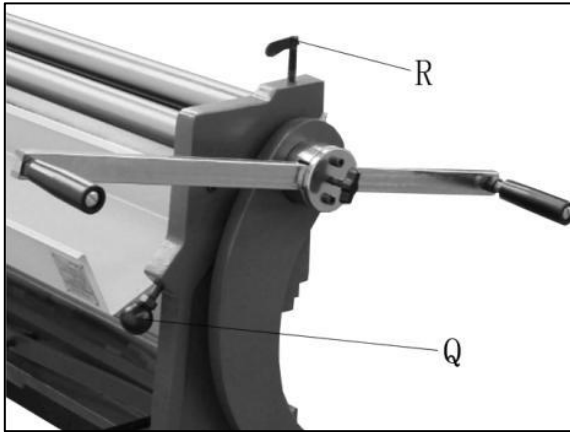

Abbildung 11
16. Die Leerlaufrolle durch Drehen vollständig zurückdrehen Drehen Sie die Leerlaufrollenschrauben (Q, Abbildung 11) gegen den Uhrzeigersinn.
17. Lösen Sie die Schraube (R, Abbildung 11), um die Abstand zwischen oberer und unterer Presse Rollen.
18. Material zwischen Ober- und Untere Rollen und ziehen Sie die Schraube (R, Abbildung 11) fest, um die obere Rolle abzusenken, bis das Material passt fest sitzen. Die obere Rolle muss ausreichend Druck auf das Werkstück, um den Vorschub zu gewährleisten richtig.
19. Drehen Sie beide Leerlaufrollenschrauben (Q, Abbildung 11), um den Abstand der Leerlaufrolle zu den beiden Hauptrollen einzustellen. Heben Sie beide Enden gleich Menge.